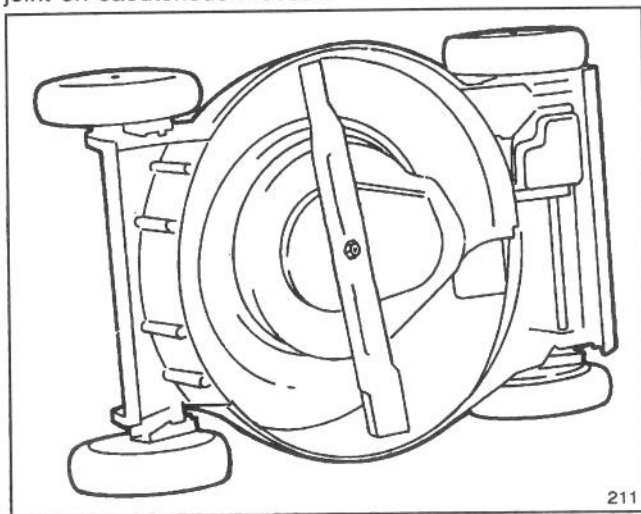

Figure 32
3. Faites basculer la tondeuse de manière sur son côté droit (figure 32).